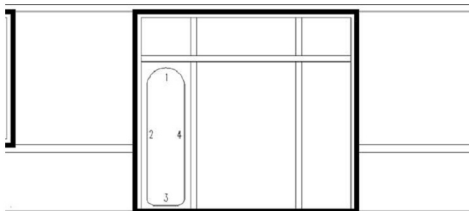

图 4.37 门扇右下角倒出半径为 100mm 的圆角
- ② 在指定圆角半径: 提示下, 输入“100”, 指定圆角半径为 100mm。
- ③ 在选择第一个对象或 [放弃(U)/多段线(P)/半径(R)/修剪(T)/多个(M)]: 提示下, 单击 3 线偏右的位置, 选择 3 线。
- ④ 在选择第二个对象, 或按住 Shift 键选择要应用角点的对象: 提示下, 单击 4 线偏下的位置, 选择 4 线, 结果如图 4.37 所示。